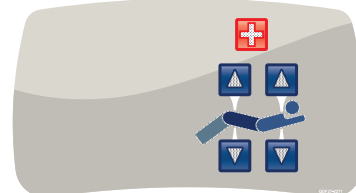

**Figure 2-134 : Installation de la commande suspendue du patient en option**
1. Glisser la commande suspendue dans le porte-commande suspendue moulé à l'intérieur de la poignée de barrière du côté pieds (A) (Figure 2-134 à la page 2-123).
2. Brancher le connecteur du câble de la commande suspendue dans le connecteur de commande suspendue situé derrière la barrière du côté pieds (B) (Figure 2-134 à la page 2-123).